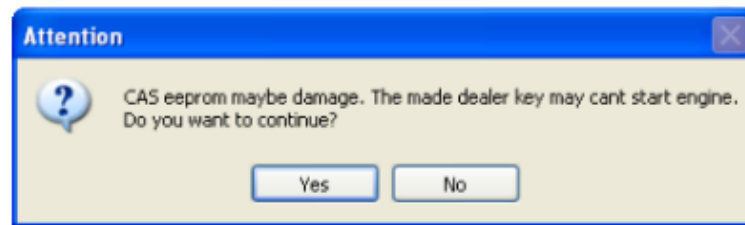

IMAGEN 6.1
- Al cargar el dump de la EEPROM del CAS obtendrá una ventana como la de la **(IMAGEN 6.1)**: Si el archivo dump se lee con el programador BDM, puede ignorar esta ventana. Esto significa que el VVDI2-BMW detectó un error en el sistema CAS. Normalmente el CAS3+ versión encriptada tiene esta ventana.